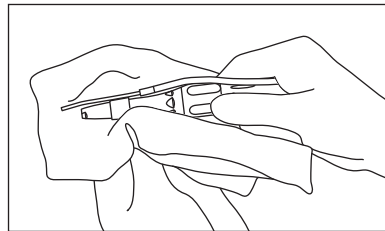

Fig. 8
- 4) Essuyez l'extérieur de la pièce à main en utilisant un tissu imbibé de désinfectant ou d'éthanol avec une concentration de 60 - 90 %. (Fig. 8)